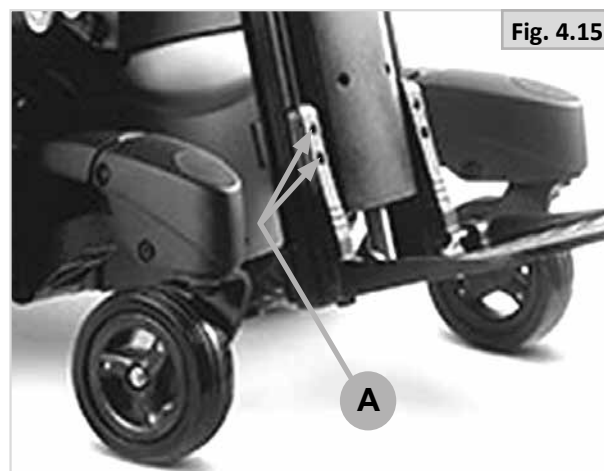

Fig. 4.15
- Desaperte os 2 parafusos com uma chave Allen de 5,0 mm, (A-Fig. 4.15).